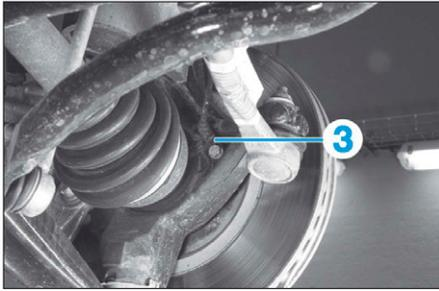

FIG. 29
- le capteur de vitesse de roue (ABS) (3) (Fig.29),